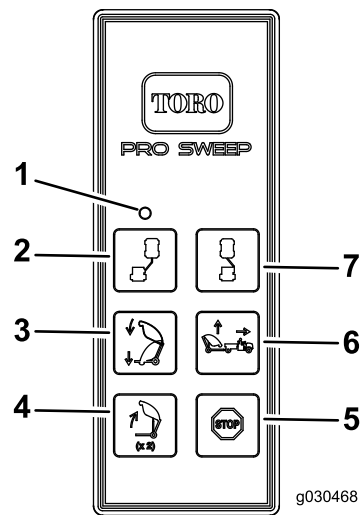

Рисунок 28
2. Когда бункер находится на транспортировочной высоте, нажмите кнопку разгрузки бункера, отпустите кнопку и затем снова нажмите и удерживайте нажатой кнопку разгрузки бункера (Рисунок 28).